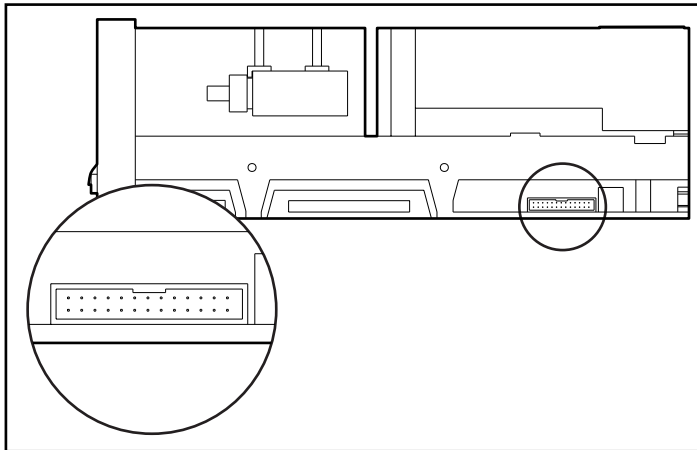

Abbildung 2-4: Ermitteln der SCSI-Jumper
2. Ermitteln Sie die in Abbildung 2-4 gezeigten Jumper für die SCSI-ID. Setzen Sie die Jumper mit Hilfe einer Flachrundzange auf die Konfiguration für die gewünschte SCSI-ID.